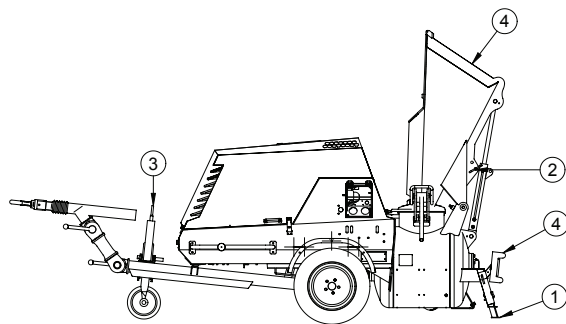

FIG.4
**!** - La cuchara se debe transportar siempre bloqueada con el perno de seguridad (2, fig. 4).
#### 9. INSTALACIÓN (fig. 4)